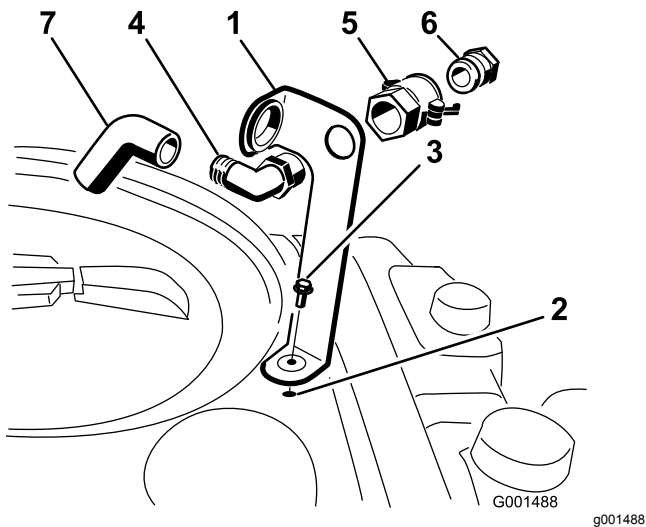

Figura 3
1. Posizionate la staffa del connettore di riempimento sopra il foro filettato nel serbatoio e fissatela con un bullone a testa flangiata (5/16" x 3/4"), come illustrato nella Figura 3.
2. Inserite l'estremità filettata del raccordo a 90° nella staffa ed infilatevi il giunto ad accoppiamento rapido, fissandolo alla staffa (Figura 3).
3. Montate l'adattatore del flessibile nel giunto ad accoppiamento rapido (Figura 3).
4. Bloccate l'adattatore spostando le leve verso di esso, e fissatele con le coppiglie (Figura 3).
5. Installate il flessibile di non ritorno nell'apertura larga della staffa e infilatelo nell'estremità filettata del raccordo a 90° (Figura 3).